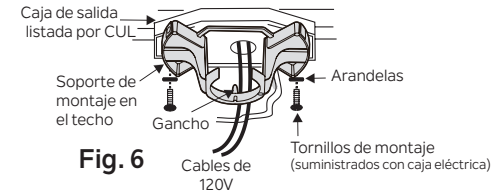

Fig. 6
**Paso 4.** Pase los cables de suministro de 120 voltios desde la caja de salida del techo a través del centro del soporte de montaje en el techo. (Fig. 6)
**Paso 5.** Fije el soporte de montaje en el techo a la caja de salida con los tornillos y arandelas incluidos con la caja de salida. (Fig. 6)